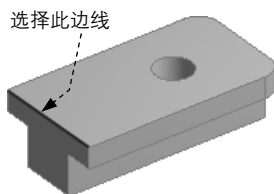

图 3.2.4 选择参照边线
(1) 定义变换方式。在 **Transform 1 (RMB)** 下拉列表中选择 **Rotate about Edge** 选项。然后在图形区选择图 3.2.4 所示的边线为参照, 并单击 **Apply** 按钮。
(2) 定义旋转角度。在 **FD1, Value 1** 文本框中均输入数值 30。